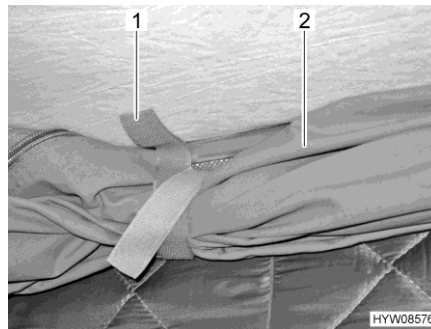

Bild 48 Hållare
- Lossa hållaren (Bild 48, 1) på den upprullade tältduken (Bild 48, 2).
- Rulla in tältduken (Bild 48,2) och säkra med hållarremmen (Bild 48,1).